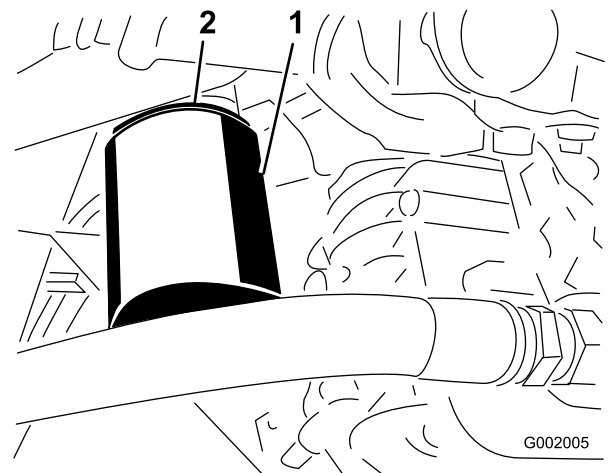

Figura 71
4. Retire el filtro (Figura 71).